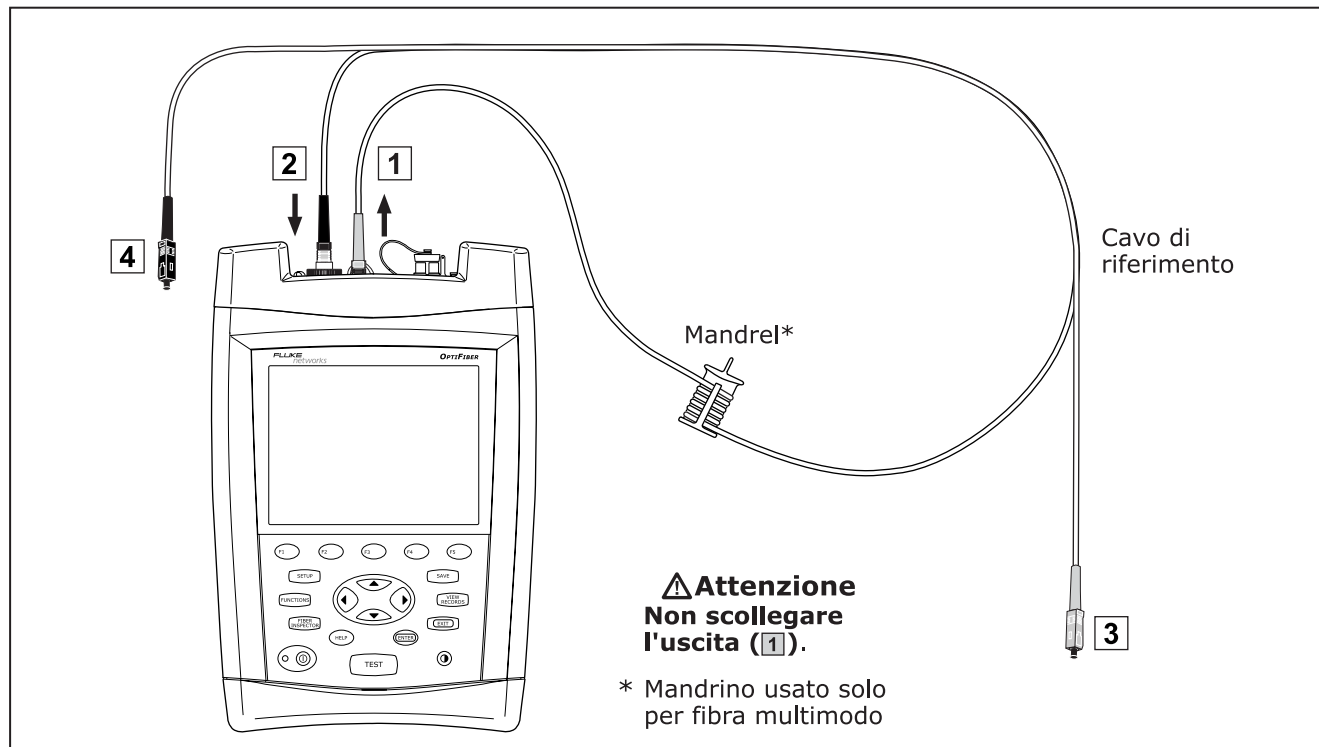

Figura 28. Connessioni per il riferimento in modalità Loopback
- 6 Premere **(FUNCTIONS)** e poi selezionare **Imposta riferimento Attenuazione/Lunghezza**. Collegare i cavi di riferimento come mostrato sullo schermo e nella figura 28; quindi premere **(ENTER)**.